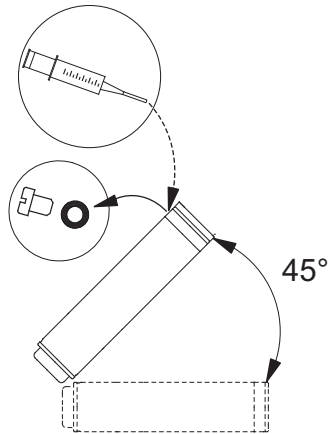

Рис. 3 Положення електродвигуна під час заливання рідини – MS6 та MS 6000
- Якщо двигун доставлено зі складу, рівень рідини слід перевірити перед встановленням двигуна на насос, див. рисунок 3.
- У випадку технічного обслуговування слід перевіряти рівень рідини, див. рисунок 3.
3. Впорснути рідину в двигун за допомогою наливного шприца, рисунок 3, поки рідина не почне виливатися із заливного отвору.